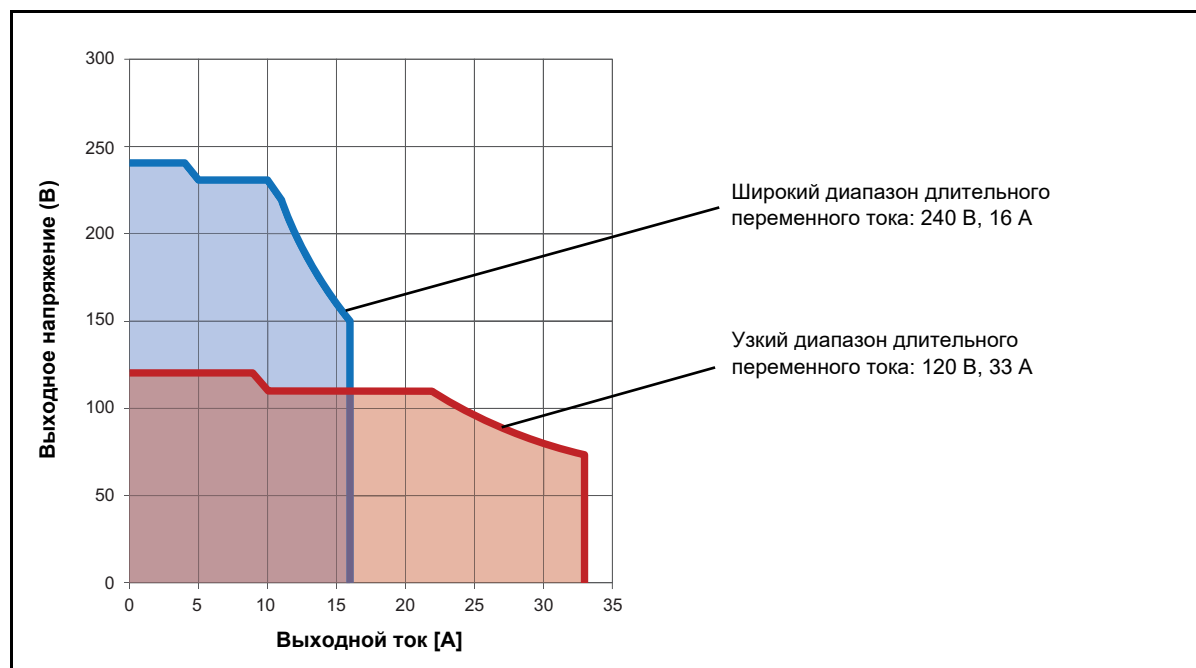

Рис. 15-2: Допустимый рабочий диапазон: 1 х перемен. ток, 240 В, 16 А
5. См. Рис. 15-2: «Допустимый рабочий диапазон: 1 х перем. ток, 240 В, 16 А» на стр. 234
4. См. Рис. 15-2: «Допустимый рабочий диапазон: 1 х перем. ток, 240 В, 16 А» на стр. 234